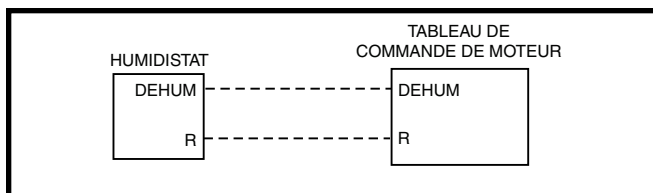

Figure 23. Configuration de câblage DEHUM avec humidistat
- Si le thermostat de la salle intègre un capteur d'humidité et une sortie **DEHUM**, brancher la sortie **DEHUM** du thermostat à la borne **DEHUM** du tableau de commande de moteur. Consulter la Figure 23 (page 24).